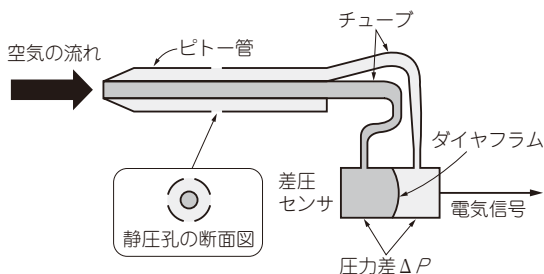

図1 ピトー管の動作原理。流れに正対した穴と流れの影響を受けない穴（静圧孔）の差圧を測定する
人力飛行機に限らず、航空機の対気速度を測定する標準的な方法はピトー管を用いた方法です（写真1①、図1）。圧力センサで測定した差圧 ΔP と対気速度 v は、空気密度 ρ を用いて、